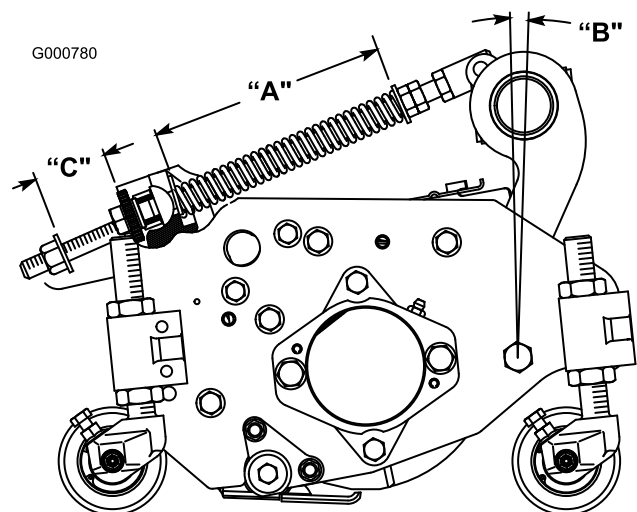

図 8
ターフ補正スプリング(図 8)は、キャリア・フレームとカッティングユニットをつないでおり、前後の揺れの大きさの調整と、移動走行中や旋回動作中の地上高の調整を行っています。
1. スプリングロッド後部のロックナットを締めて、すきま(C)を25 mmとする(図 8)。
2. スプリングロッド前部の六角ナットを締めて、スプリング(圧縮状態)の長さ(A)が20.3 cmになるようにする(図 8)。
ケット後部とワッシャ前面のすきま (C) を38 mm としてください(図 8)。